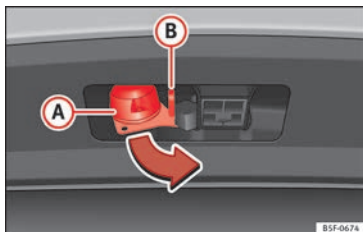

Fig. 237 Girare il connettore a 13 poli
- Afferrare il connettore a 13 poli dalla parte **(A)** ed estrarlo nel senso della freccia **» fig. 237.**
- Afferrare il connettore a 13 poli dalla parte **(A)** e inserirlo nel senso contrario alla freccia **» fig. 237.**
L'occhiello di sicurezza **(B)** **» fig. 237** serve per agganciare il cavo di fissaggio del rimorchio.